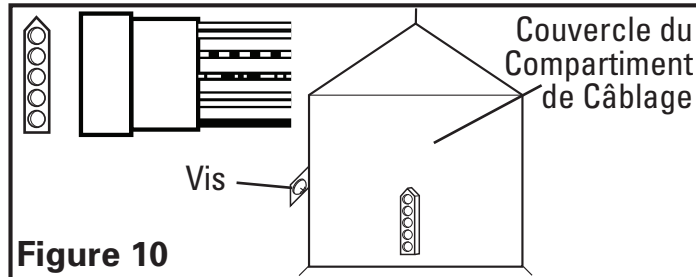

Figure 10
- Branchez le cordon de raccord rapide du moteur du ventilateur dans le réceptacle situé sur la couverture du compartiment du fil. La corde s'insérera seulement d'une seule manière dans le réceptacle (Figure 10).